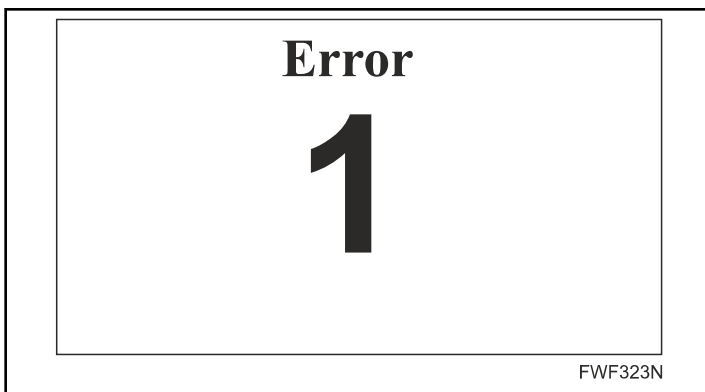

Figura 15
- Em caso de estado de emergência durante o qual a temperatura do cilindro de passar alcança o volume limite, o termostato de segurança é ativado e uma mensagem de atenção intermitente 1 é exibida - *Figura 15*.